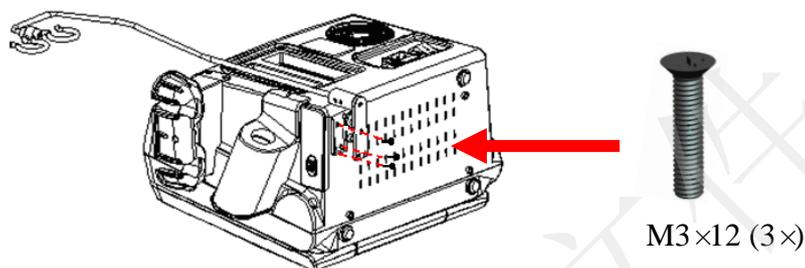

Figura 4-1 Assemblaggio del porta cavi
3. ruotare con attenzione il prodotto e mettere le viti con un cacciavite a stella come in figura 4-1.